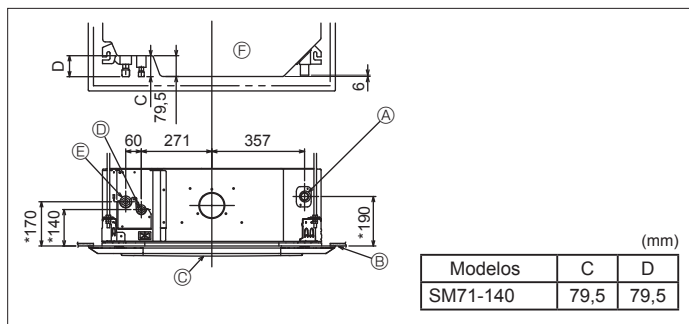

Fig. 3-3
3.3. Locais da tubagem de drenagem da unidade interior e de refrigerante (Fig. 3-3)